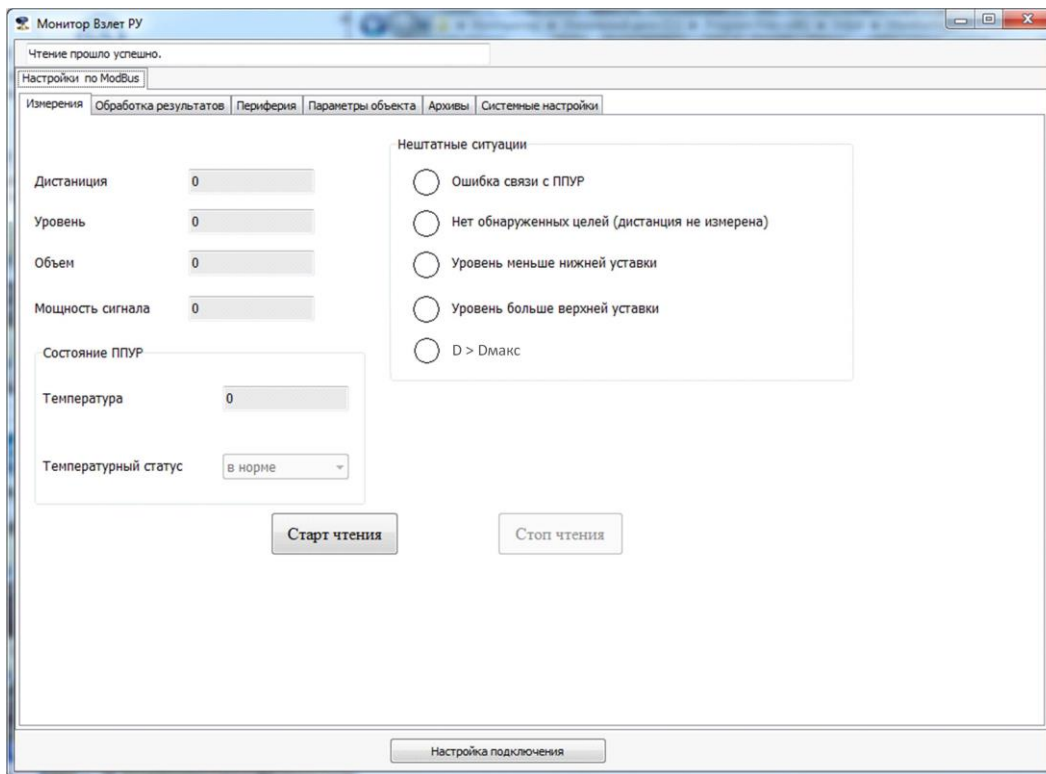

Рис.14 - Основное окно программы «Монитор Взлет РУ».
7.1.3 Нажать кнопку «**Подключение**». На мониторе ПК появится основное окно программы «Монитор Взлет РУ» (рис.14).